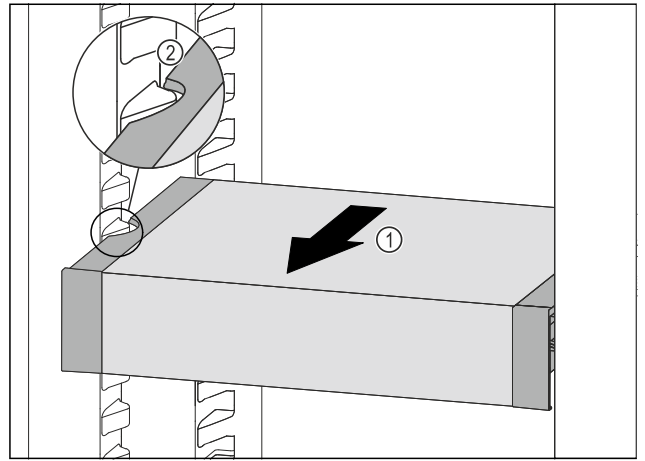

Fig. 107
- ▶ Tire del VarioSafe hacia delante Fig. 107 (1) hasta que los huecos laterales del VarioSafe se encuentren a la altura de la nervadura del recipiente en el compartimento del frigorífico. Fig. 107 (2)